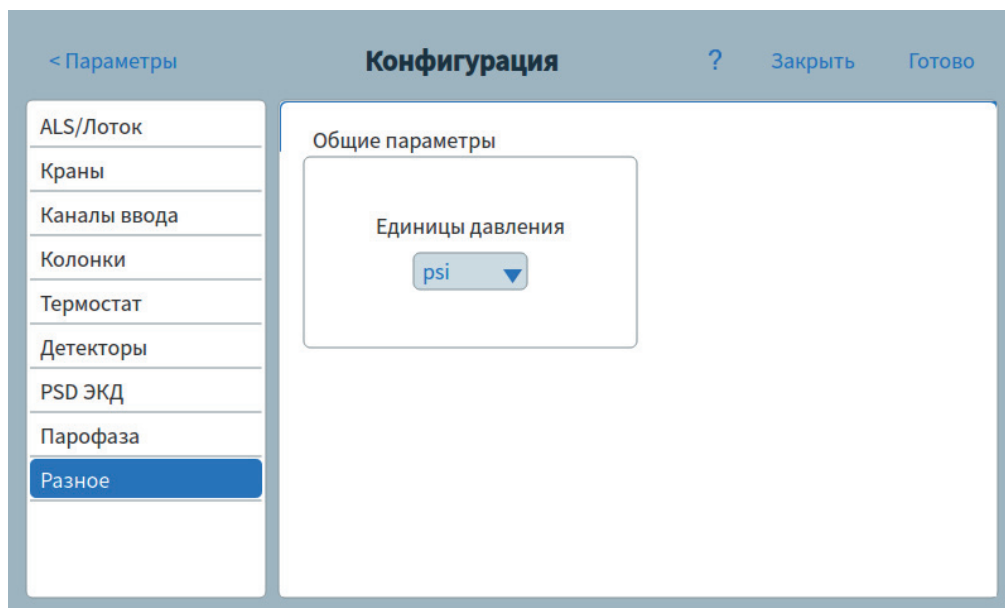

Рис. 61 Страница других параметров
- 3 В списке слева выберите тип устройств **Разное**. Справа отобразятся соответствующие параметры для типа выбранного устройства. См. Рис. 61.